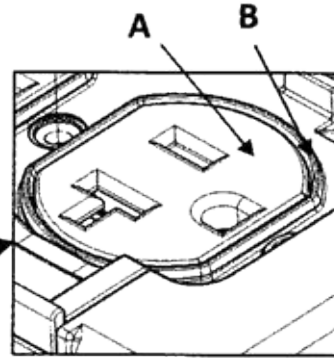

Fig. 2
- CAUTION:** In accordance with NEC® article 406.5, when installed, the receptacle face (Surface "A") must be flush or project from the Weatherproof Cover (Surface "B" - see Fig. 2).
ATTENTION - Conformément à l'article 406.5 du NEC^{MD}, une fois la prise installée, sa face (surface "A") doit être à égalité ou dépasser le couvercle résistant aux intempéries (surface "B" - consulter la Fig. 2).
PRECAUCIÓN: De acuerdo con NEC® artículo 406.5, cuando se instala, la cara del receptáculo (superficie "A") debe estar a ras o proyectada de la cubierta a prueba de intemperie (superficie "B" - ver Fig. 2).